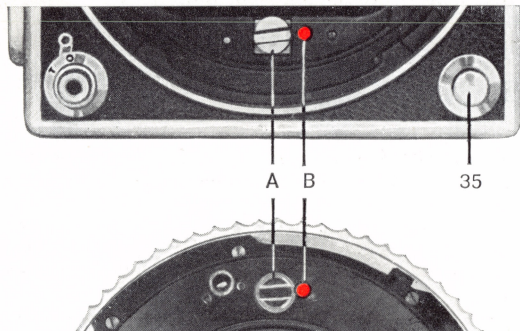

Bild 20
Der Verschluss wird mit Hilfe des Bedienungsrades gespannt, welches bei seiner Umdrehung die Aufzugsachse (A, Bild 20) betätigt. In gespanntem Zustand zeigt der Schlitz der Achse auf die rote Einstellmarke (B). Falls der Verschluss ausgelöst wurde bei vom Kameragehäuse getrenntem Objektiv, ist er zunächst wieder zu spannen, da sich das Objektiv nur bei gespanntem Verschluss in die Fassung des Gehäuses einsetzen lässt. Der Verschluss wird in einem solchen Fall am einfachsten mit einer Münze gespannt, die gut in den Schlitz seiner Aufzugsachse passt. Das Spannen erfolgt durch Drehung im Uhrzeigersinn.